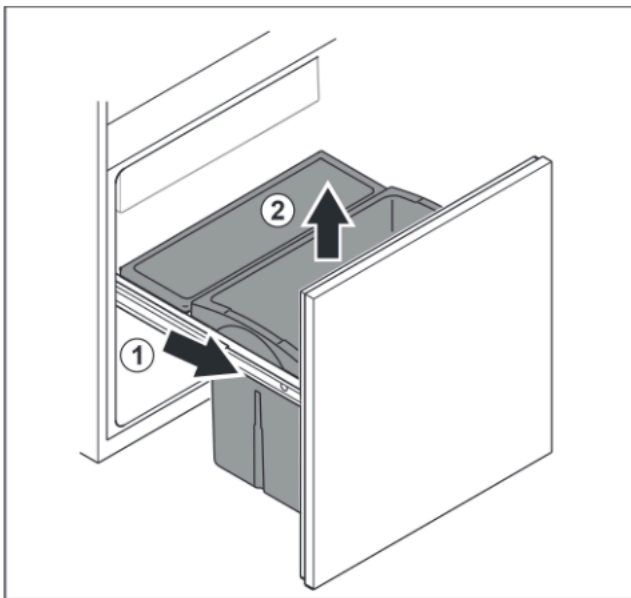

Fig. 37
- ▶ Estrarre il carrello estraibile fino all'arresto. Fig. 37 (1)
- ▶ Rimuovere il cassetto estraendolo verso l'alto. Fig. 37 (2)